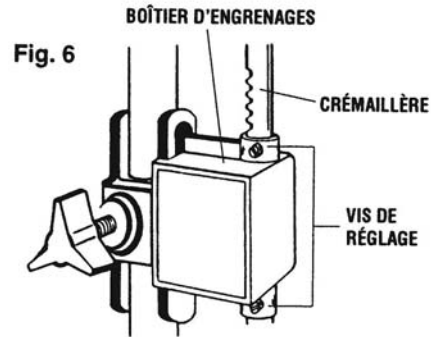

Fig. 6
5. **ADJUSTING SCREWS** are provided at top and bottom of the **HEAD HOUSING** for adjusting to sliding feel of the **GEAR RACK**. Adjust them to the desired tension. If they are too tight, the return spring will not return the rotary tool to its up position. In this case, back them off **SLIGHTLY**. (1/16 of a turn will be .002). (See Fig. 6)
5. Le **BOÎTIER D'ENGRENAGES** est muni à ses parties inférieure et supérieure de **VIS DE RÉGLAGE** permettant de régler la résistance de la **CRÉMAILLÈRE**. Les régler à la tension désirée. Si elles sont trop serrées, le ressort de rappel ne pourra pas ramener l'outil rotatif à sa position haute. Dans ce cas, les desserrer **LÉGÈREMENT** (1/16 de tour correspond à 0,002 po). (Voir Fig. 6)
COMPARTIMENTO DE CABEZA hay **TORNILLOS DE AJUSTE** que permiten regular la suavidad de deslizamiento de la **BARRA DE ENGRANAJE**. Ajústelos a la tensión deseada. Si están demasiado apretados, el muelle de tensión no devolverá la herramienta giratoria a su posición superior. En este caso, aflójelos **LIGERAMENTE** (1/16 de vuelta equivale a 0.002"). (Ver la Fig. 6)